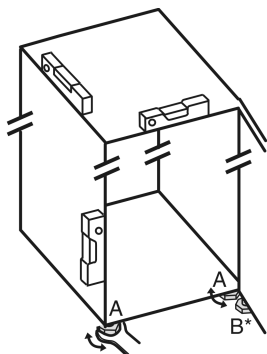

Fig. 24
- Seřizovací nožky Fig. 24 (A) vyšroubujte pomocí příloženého vidlicového klíče a pomocí vodováhy, dokud nebude spotřebič pevně vyrovnaný.